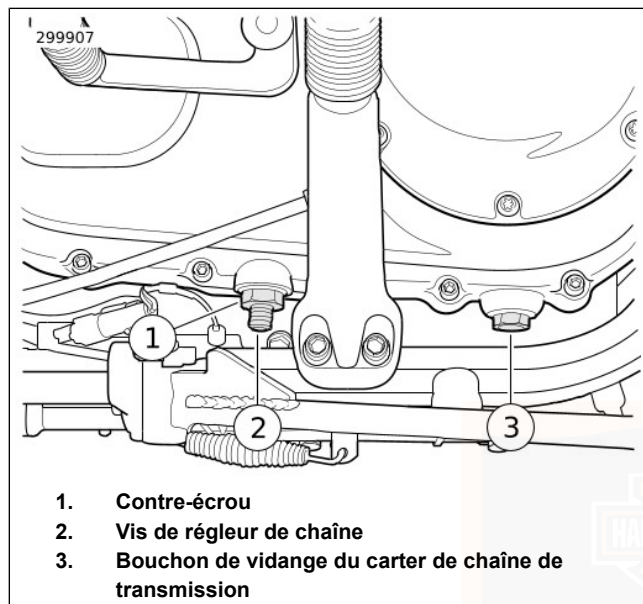

Figure 41. Régleur de chaîne primaire : Modèles Sportster
4. Voir Figure 41. Desserrer le contre-écrou (1).
5. Tourner la vis de réglage de chaîne (2) dans le sens horaire (vers l'intérieur) pour réduire le jeu ou dans le sens antihoraire (vers l'extérieur) pour l'augmenter. Le jeu vertical doit se trouver dans les limites indiquées. Consulter le Tableau 29.